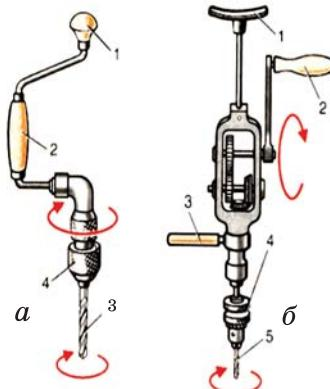

Рис. 3. Инструменты для сверления:
Каждое сверло на своей торцевой рабочей части обычно имеет две режущие кромки. Режущими кромками при сверлении подрезаются волокна древесины, и ее частички в виде стружек выходят наружу через винтовые канавки. Хвостовая часть сверла служит для крепления его в патроне коловорота или механической ручной дрели (*рис. 3*). Эти инструменты предназначены для вращения сверла.
Коловорот (*рис. 3, а*) состоит из упора (1), рукоятки вращения (2), сверла (3), патрона (4), в котором крепится сверло.
Механическая дрель (*рис. 3, б*) состоит из упора (1), рукоятки вращения (2), рукоятки захвата (3), патрона (4), сверла (5). В механической дрели имеется зубчатый механизм, который передает вращение от рукоятки к патрону.